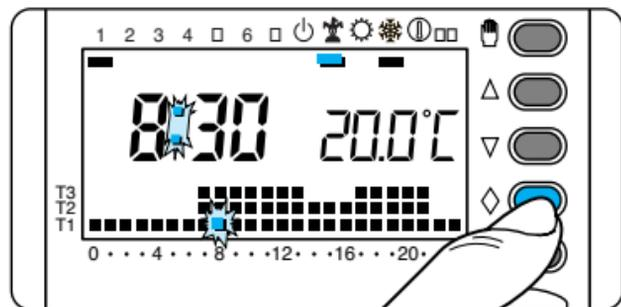

Fig. 42
9.2 - Premere il pulsante (fig. 42).